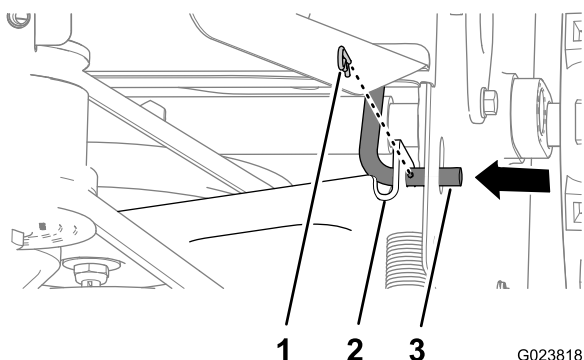

Figura 41
- Togliete la coppiglia dall'asta di comando della trazione (Figura 41).
- Togliete l'asta di comando della trazione dalla staffa di comando della trazione spostando l'asta verso l'interno (Figura 41).
5. Spostate la staffa di comando della trazione all'indietro e allineate il foro nella staffa con l'asta di comando della trazione (Figura 41).
6. Fate scorrere l'asta attraverso la staffa e fissate l'asta con la coppiglia (Figura 41).